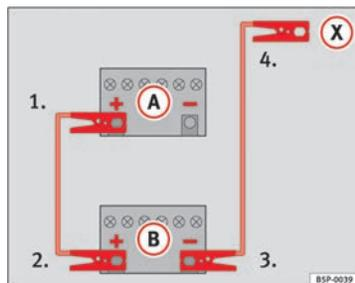
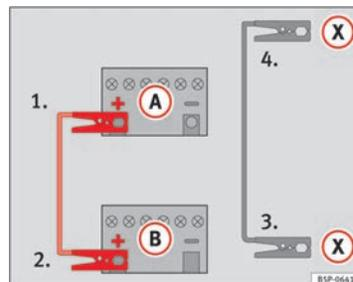

Fig. 204 Esquema de conexión para vehículos sin sistema Start Stop.
Fig. 205 Esquema de conexión para vehículos con sistema Start Stop.
- Emborne un extremo del cable *rojo* de emergencia al polo positivo (+) del vehículo con la batería descargada (A) ⇒ fig. 204.
- Emborne el otro extremo del cable *rojo* de emergencia al polo positivo (+) del vehículo que suministra la corriente (B).
- Emborne un extremo del cable *negro* de emergencia al polo negativo (-) del vehículo que suministra la corriente (B) ⇒ fig. 204.
- Emborne el otro extremo del cable *negro* de emergencia (X), en el vehículo con la batería descargada, a una pieza de metal maciza que vaya atornillada al bloque motor o al mismo bloque motor pero más alejado posible de la batería (A).
- Emborne un extremo del cable *rojo* de emergencia al polo positivo (+) del vehículo con la batería descargada (A) ⇒ fig. 205.
- Emborne un extremo del cable *negro* de emergencia (X) a un terminal de masa adecuado, a una pieza de metal maciza que vaya atornillada al bloque motor o al mismo bloque motor ⇒ fig. 205.